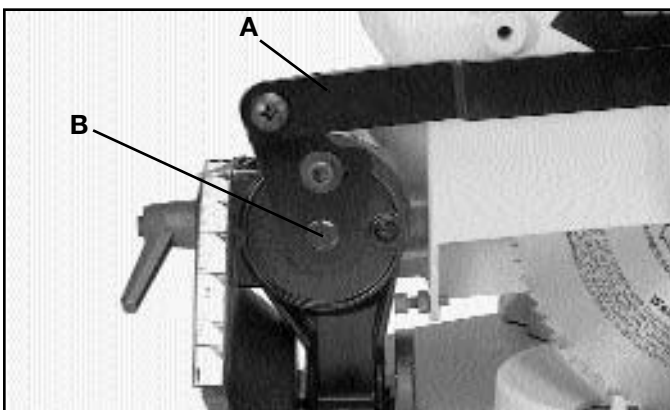

Fig. 5
1. Enganche un extremo de la palanca de elevación del protector de hoja (A) Fig. 5 sobre el gorrón (B), como se ilustra aquí.